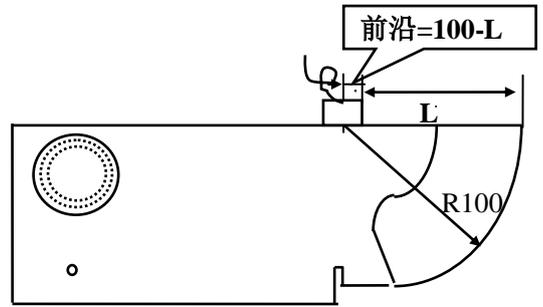

图 1
1) 测零点：长按 **零点/调校** 键，按<1>测零点，按 **确定** 键开始测试，如图 1：将斜探头放在 CSK-IA 试块上移动，寻找 R100 的最高回波，按 **确定** 键，用钢尺量出探头最前端至 100mm 弧顶的距离 L，输入所测数值并按 **确定** 键。